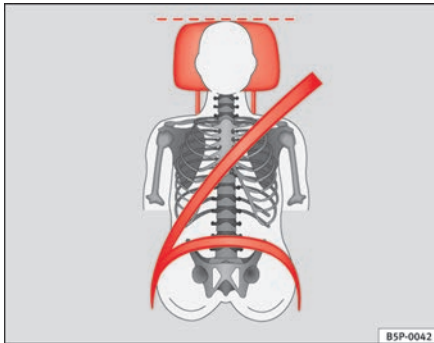

Abb. 13 Richtiger Gurtbandverlauf und richtige Kopfstützeinstellung von vorne betrachtet
- Das Schultergurtteil des Sicherheitsgurtes muss über die Schultermitte und niemals über den Hals verlaufen. Der Sicherheitsgurt muss flach und fest am Oberkörper anliegen ⇒ **Abb. 13**.